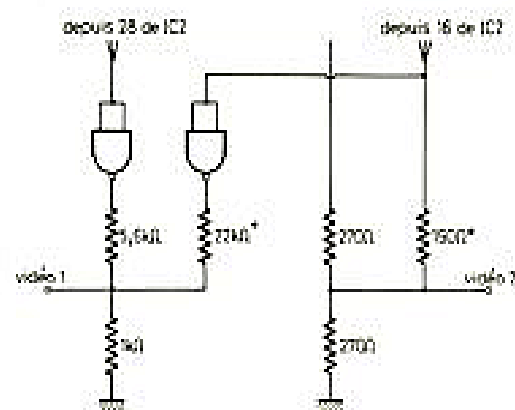

Fig. 2. - Augmentation de la synchro. agir sur les résistances minces d'un astéroïde (voir texte sur AY-3-8550).
- Figure 10, page 247 : il manque sur le circuit imprimé un des plots de raccordement à la prise DIN de commutation automatique 2/4 joueurs (voir fig. 2). Ce plot est à ajouter sur la piste reliant la broche 12 du 4013 (situé en bas de la fig. 10) à la broche 6 du 4016.
- Mise à part l'adaptation tn, tous les circuits logiques à 2 entrées sont utilisés en inverseurs sur les figures 2 et 4 puisque ce sont des portes dont les 2 entrées sont reliées ; en conséquence on peut utiliser pour réaliser cela des 4011 (4 NAND 2 entrées) ou des 4001 (4 NOR 2 entrées), leur brochage étant identique comme le montrait la figure 16. Ceci explique le fait que l'on trouve indifféremment l'un ou l'autre dans l'article et les deux références 4001 et 4011 sous le même brochage. Les symboles logiques représentés à l'intérieur du boîtier sont ceux d'un NOR (donc pour un 4001) ; la représentation d'un NAND à l'intérieur du boîtier,
- La figure 12 enfin comporte une erreur flagrante quand on la compare au schéma théorique de la figure 5. Le plot de liaison marqué « depuis sortie du 4002 » est en fait « vers E₁ figure 2 » tandis que « depuis sortie du 4002 » doit aboutir au point commun 2,7 k Ω /potentiomètre d'un k Ω .
- Selon le type et surtout selon l'âge de votre récepteur TV, il peut être nécessaire, pour avoir une image stable, d'augmenter le niveau de synchronisation ; cela se fait très simplement en diminuant légèrement (pas plus de 20 %) la résistance aboutissant au pont diviseur de sortie et provenant de la patte synchro du circuit (voir fig. 2 ci-jointe).